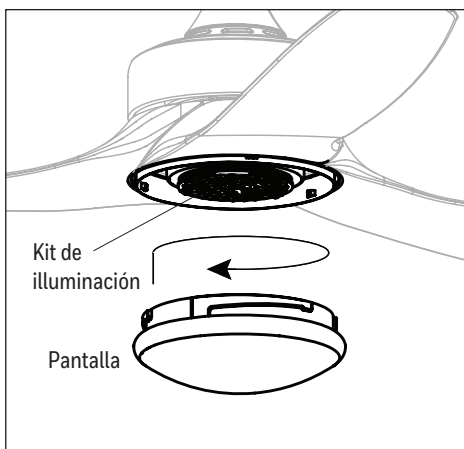

Figure 5.6
6. Fije la pantalla al kit de iluminación girando la pantalla firmemente en dirección de las manecillas del reloj hasta que esté segura. **PRECAUCIÓN:** evite enroscar la pantalla durante la instalación. Una instalación incorrecta podría hacer que la pantalla sea difícil de retirar o hacer que se caiga, lo que podría causar lesiones graves (Figure 5.6).